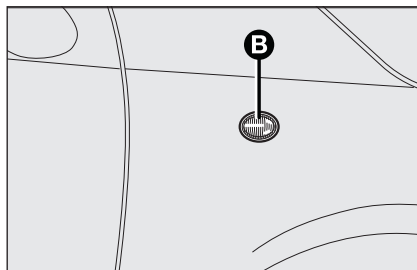

fig. 23
- ☐ faire lever au point indiqué par la flèche, de manière à comprimer le ressort de fixation et extraire le groupe **B**-fig. 23;